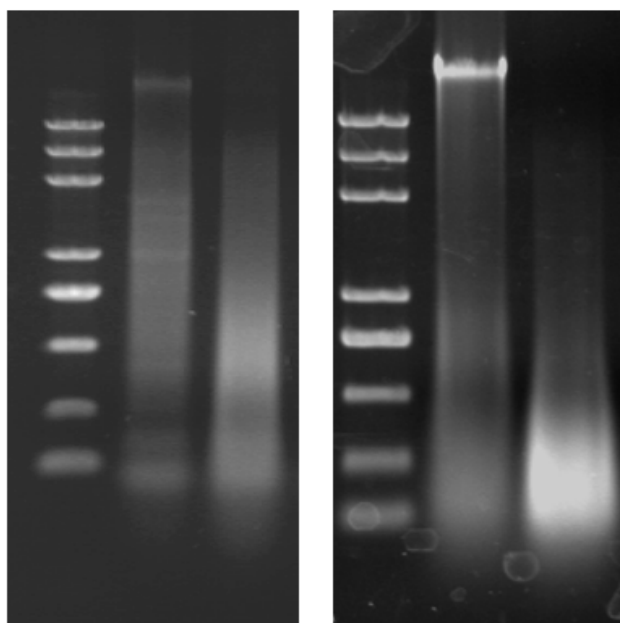

图 1. 不同超声时间下染色质的片段化范围
- 3) 开启超声波仪，仪器工作约 15 分钟左右，样品可打碎至 400-1,000bp 之间。工作约 30 分钟左右，样品可打碎至 200bp 左右 (见图 1)。